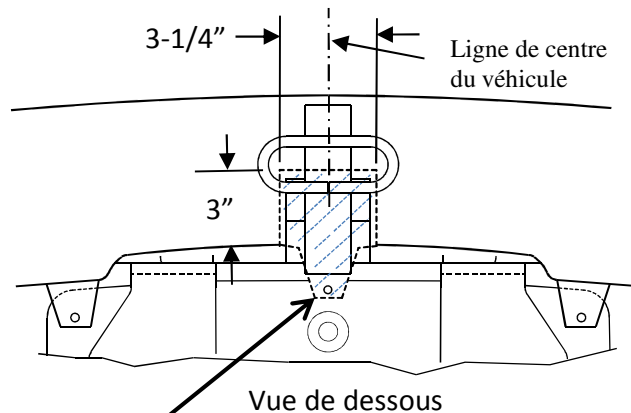

Figure 2
- Modèles 2009 – 2016:** (1.) À l'aide de l'embout T25, retirer trois (3) vis qui fixent le carénage de pare-chocs au bas de la tôle du coffre.
- Modèles 2017 – courants:** (1.) À l'aide d'une douille 10 mm, retirer deux (2) écrous hexagonaux qui fixent le carénage de pare-chocs au bas de la tôle du coffre.
- Enlever le panneau de soubassement** – S'il est présent (modèles à échappement simple), à l'aide d'une douille 10 mm, retirer trois (3) écrous hexagonaux et un (1) rivet-pression et enlever temporairement le panneau de soubassement.
- Retirer les bouchons de drainage** – À l'aide d'un couteau utilitaire, découper avec soin le scellant autour des deux (2) bouchons de drainage les plus à l'arrière sur la tôle du coffre. Retirer les bouchons de drainage et les remettre au propriétaire du véhicule.
- Découpage du carénage** – À l'aide d'un ruban à mesurer, d'un marqueur et d'un couteau utilitaire, découper une encoche dans le bas du carénage, environ 3 1/4 po (larg.) x 3 po (prof.), centrée sur le véhicule comme illustré à la figure 2.
6. **Découpage du carénage** - À l'aide d'un ruban à mesurer, d'un marqueur et d'un couteau utilitaire, découper une encoche dans le bas du carénage, environ 3 1/4 po (larg.) x 3 po (prof.), centrée sur le véhicule comme illustré à la figure 2.